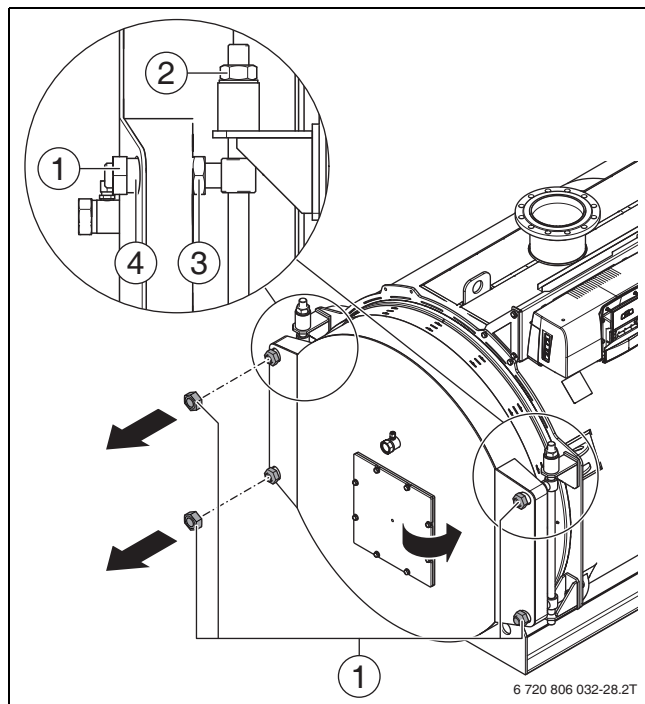

Рис. 18 Открытие двери горелки
- Заверните гайки (→ рис. 18, [1]) на осях шарниров [4], и притяните дверь до уплотнительных поверхностей.